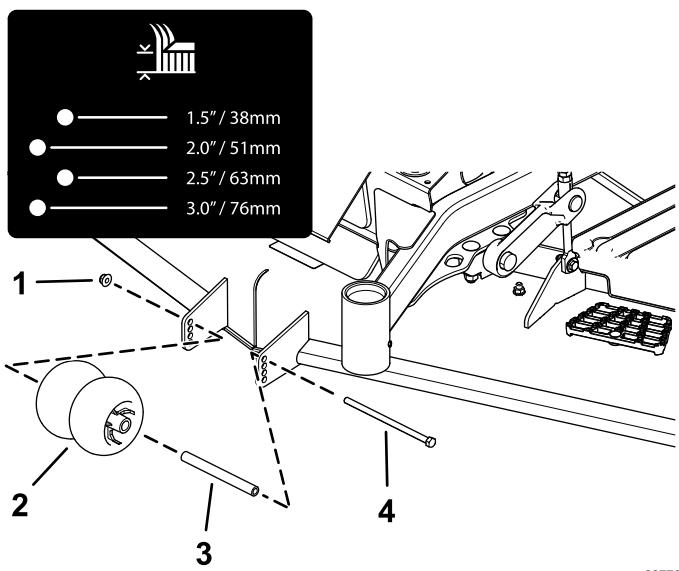
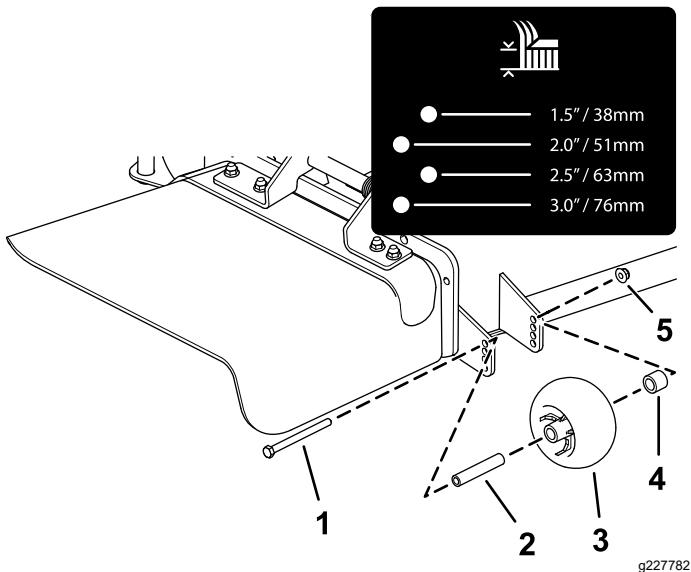
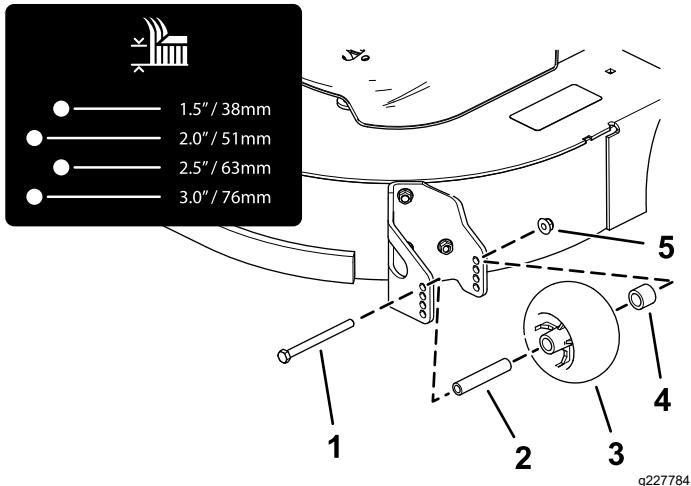

Figure 26
Figure 27
Figure 28
4. Réglez les galets anti-scalp comme montré à la Figure 26, la Figure 27 et la Figure 28.